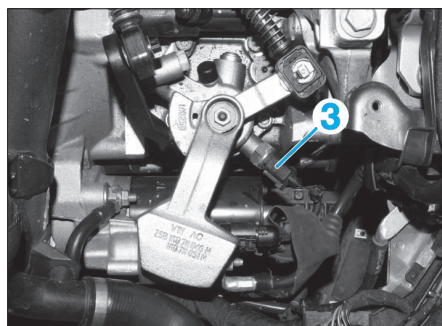

Fig. 2
- Déposer le contacteur de feux de recul (3) (Fig.2).